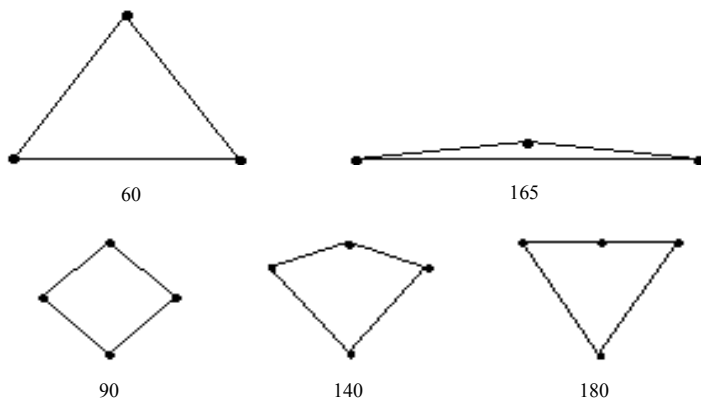
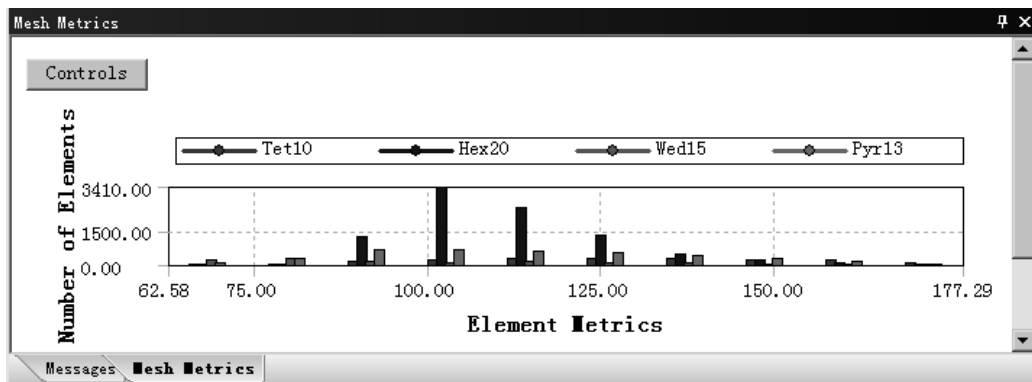

图 4.5.20 Maximum Corner Angle 二维单元变化图形
图 4.5.21 检查结果统计图表 (六)
- ◆ Maximum Corner Angle (最大转弯角): 计算最大角度, 相对于三角形而言, 60° 最好且为等边三角形; 对于四边形而言, 90° 最好且为矩形, 如图 4.5.20 所示。选择此选项后, 在信息栏中打开图 4.5.21 所示的检查结果统计图表。